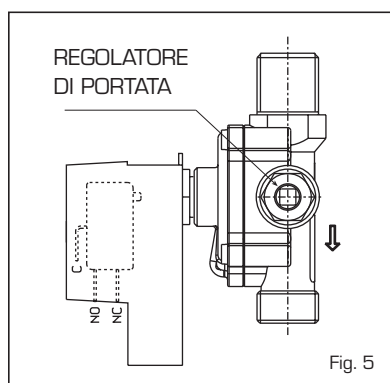

Fig. 5
2.2.2 Produzione acqua sanitaria "DUETTO 25-35 BF TS / DUETTO 35 BF TS PR" (fig. 5)
Per regolare la portata acqua sanitaria agire sul regolatore di portata del pressostato acqua (fig. 5):